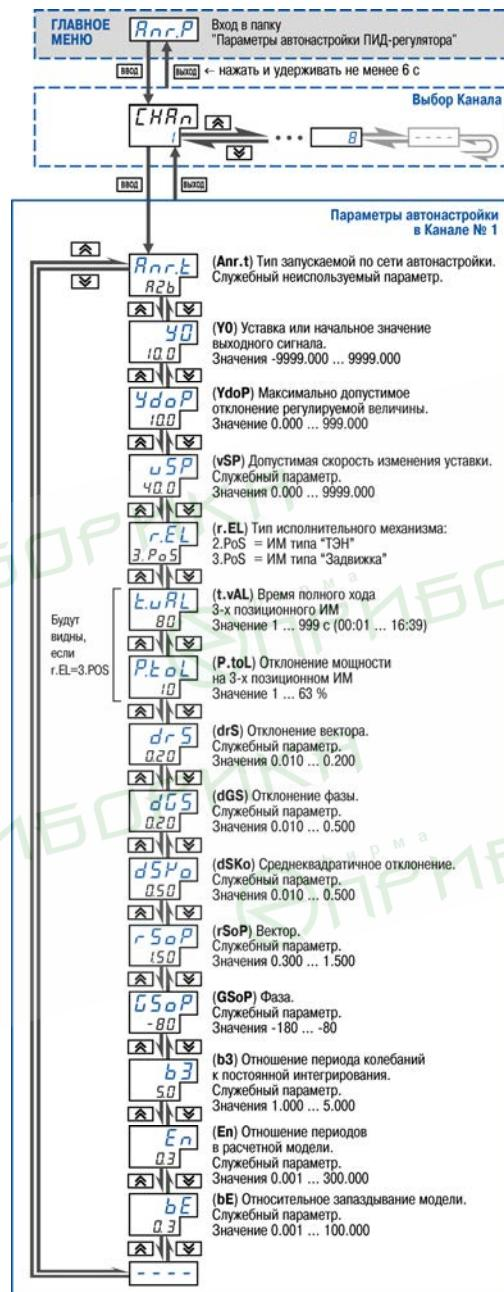

Рисунок 12.22 – Схема задания параметров Автонастройки ПИД-регулятора
2. Осуществляется установка в Конфигураторе (или с лицевой панели прибора, см. рисунок 12.22) значения параметра автомастройки **Y0** для выбранного Канала регулирования -- начальное значение мощности, при которой будет проходить автонастройка в %.